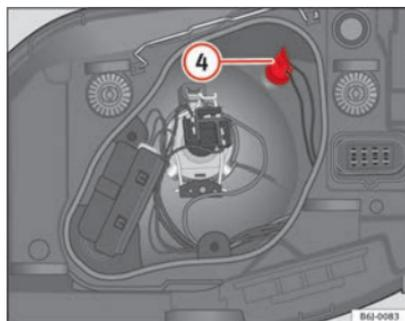

Abb. 149 Standlicht
- Nehmen Sie den Lampenträger ④ ⇒ Abb. 149 heraus.